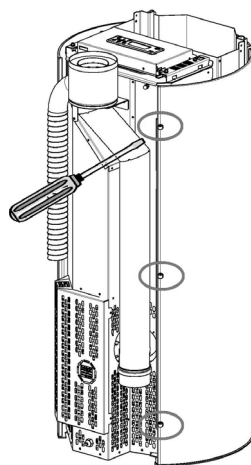

Fig. 72 - Schrauben lösen
- Abdeckung aus Gusseisen entfernen (siehe **Fig. 72**).